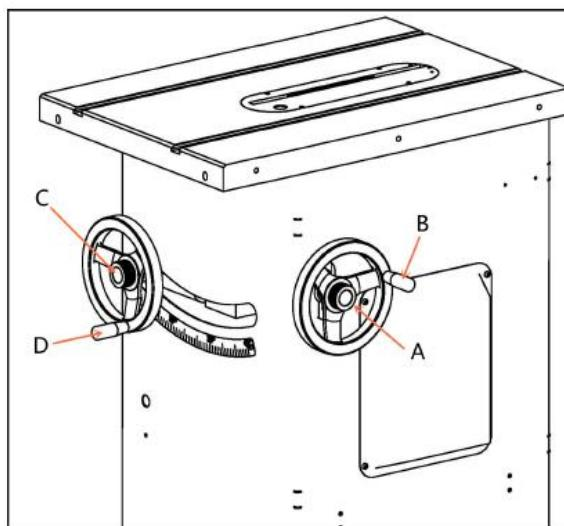

Рисунок 27
Чтобы отрегулировать высоту пильного диска: Ослабьте ручку блокировки (C), как показано на Рис. 27, и поверните маховик регулировки высоты (D). Когда будет достигнута желаемая высота, снова затяните ручку (C). Лезвие должно быть приподнято на 1/8-1/4 дюйма над верхней поверхностью разрезаемого материала.
Чтобы отрегулировать наклон лезвия: ослабьте ручку блокировки (B) и поверните маховик (A). Когда будет достигнут желаемый угол, снова затяните ручку (B). См. Рис. 27.